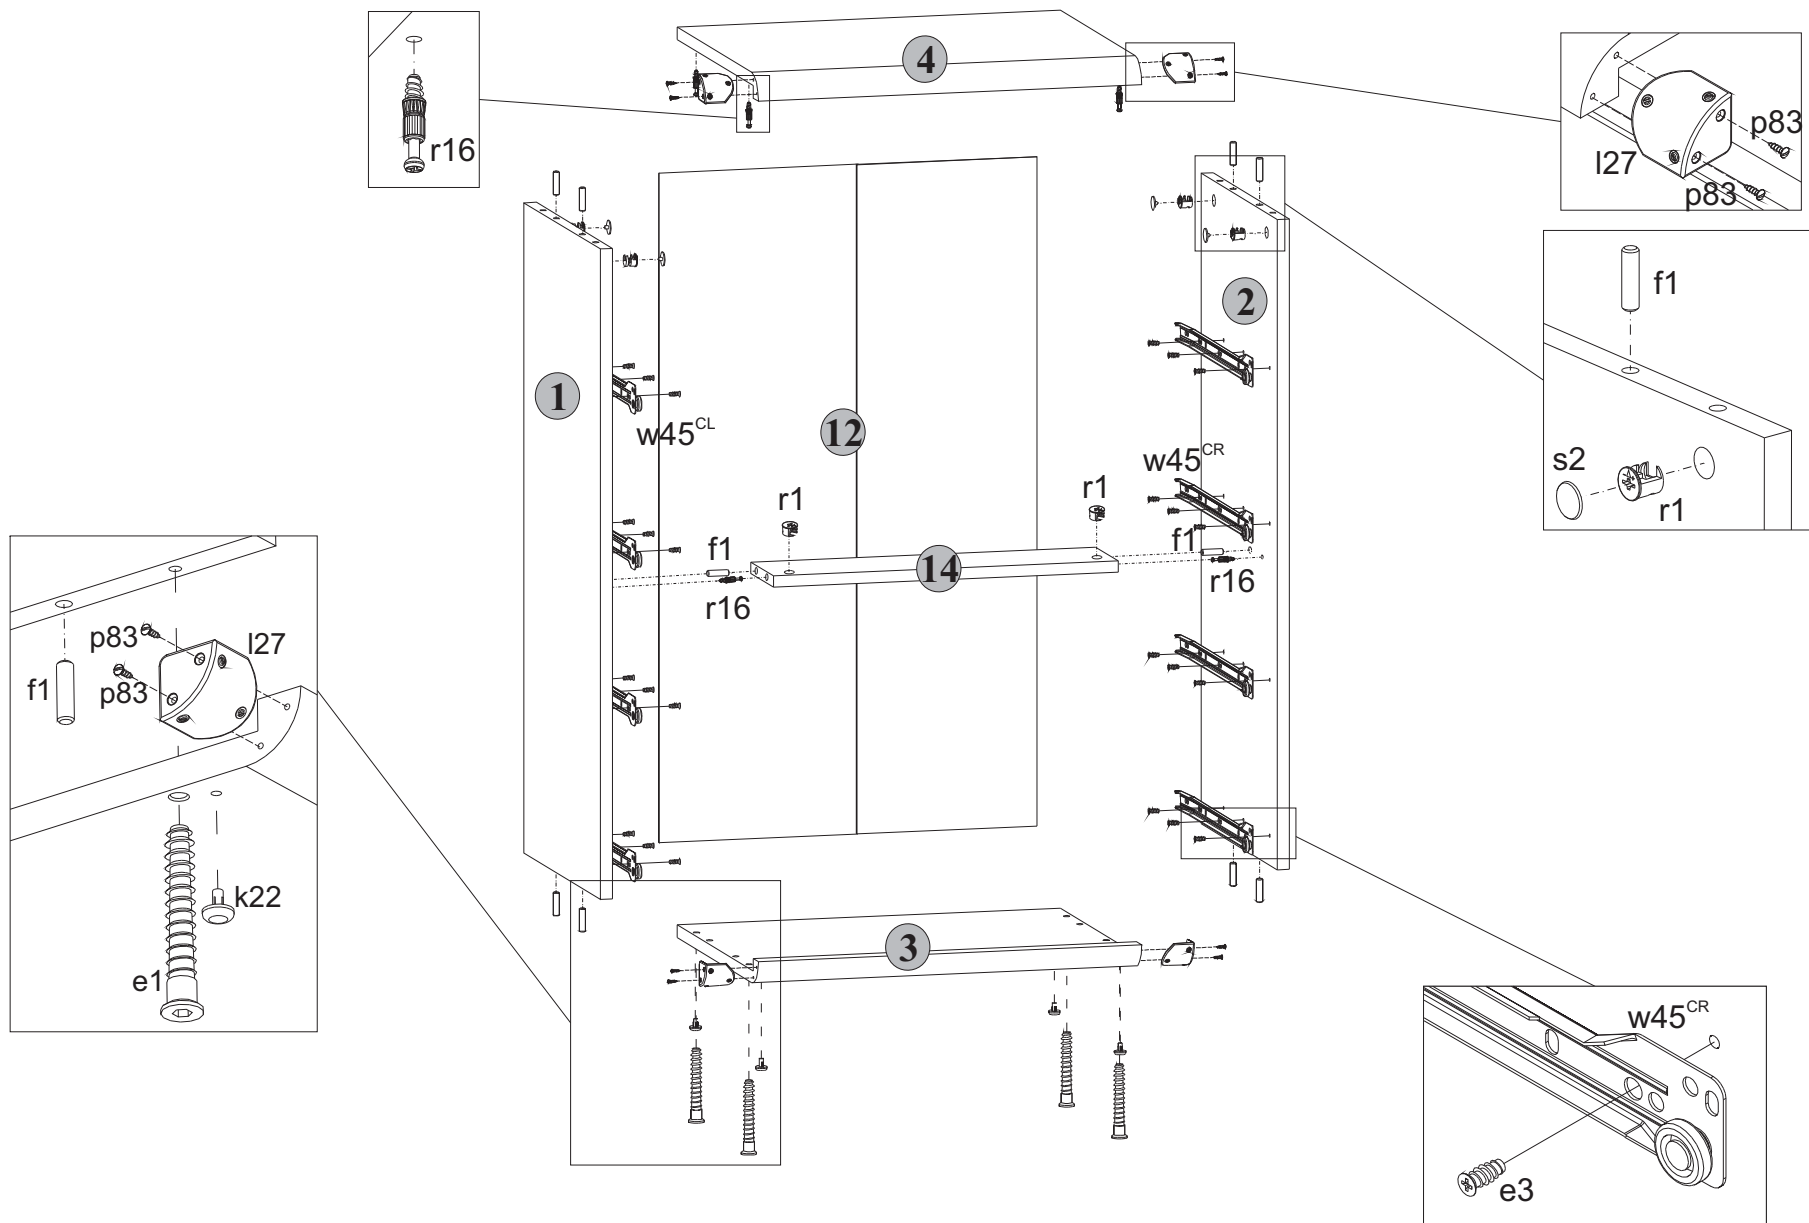

Рис. 2
5.5 В отверстия диаметром **5 мм** на нижней поверхности щита верхнего **4** вкрутить винты стяжки **r16**, пользуясь крестообразной отверткой (**см.рис. 2**).
5.6 В отверстия диаметром **4,5 мм** на нижней поверхности щита нижнего **3** вставить опоры полимерные **k22** (подпятники) (**см.рис. 2**).
5.8 К стенкам боковым **1** и **2** присоединить щит нижний **3** и стянуть еврошурупами **e1**, пользуясь специальным ключом **z1** из комплекта фурнитуры (**см.рис. 2**).
5.2 В отверстия диаметром **8 мм** на верхних и нижних кромках стенок боковых **1** и **2**, а также в боковые кромки цоколя **14** вбить деревянные шканты **f1** (**см.рис. 2**).
5.4 На внутренних поверхностях стенок боковых **1, 2** и цоколя **14** в отверстия диаметром **15 мм** вставить стяжки эксцентриковые **r1** (**см.рис. 2**).